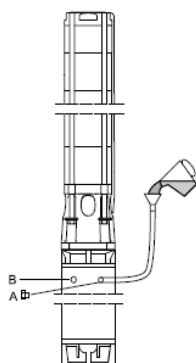

Fig. 5
1. Ponorné čerpadlo umiestnite do polohy podľa obr.5(fig.5).
2. Odskrutkujte skrutku (A) z plniaceho otvoru a do otvoru zasunúte plniacu hadičku cez ktorú budete dopĺňať do motora plniacu kvapalinu.
3. Odskrutkujte odvzdušňovaciu skrutku (B) aby mohol uniknúť vzduch z motora pri plnení kvapalinou.
5. Prestaňte dopĺňať kvapalinu do motora. Zaskrutkujte skrutku (B), vytiahnite plniacu hadičku z otvoru (A), zaskrutkujte skrutku (A).